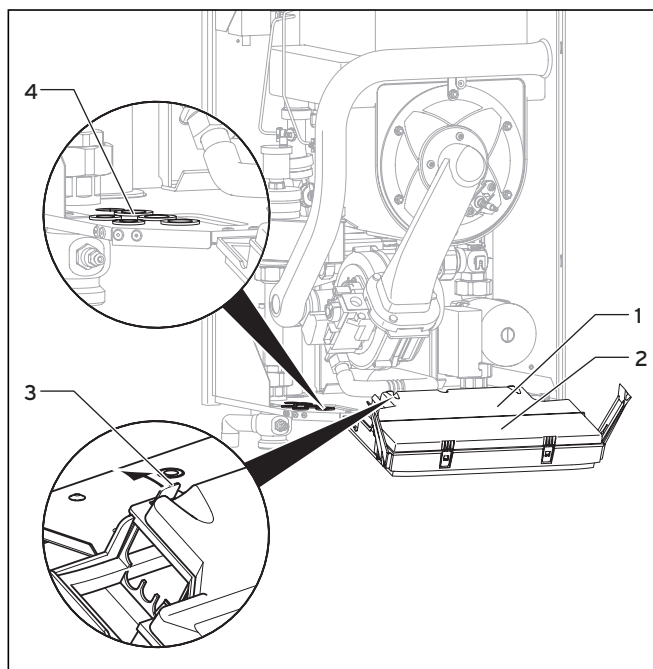
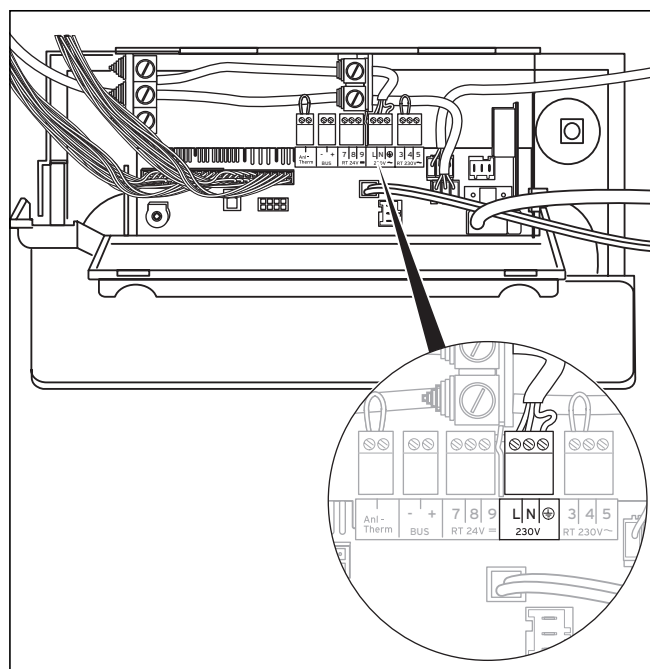

Fig. 5.14 Deschiderea peretelui spate al pupitrului electronic
Fig. 5.15 Exemplu de trecere a cablului
- Racordați arterele în locurile de contact ale electronicii (L, N și pământ), vezi Fig. 5.15. Folosiți fișă ProE corespunzătoare.
- Detașați carcasa frontală a aparatului (vezi Cap. 4.8) și rabatați pupitrul electronic (2) spre față (vezi Fig. 5.14).
- Declipsați capacul posterior (1) al pupitrului electronic din punctele (3) și rabatați în sus capacul (vezi Fig. 5.14).
- Pozați conductele de racordare ale componentelor respective care trebuie racordate printr-una din trecerile prin cablu (4). Lăsați etanșările existente pentru etanșarea camerei de vid în celelalte treceri prin cablu.
- Racordați arterele conform fig. 5.15 la fișele corespunzătoare ProE resp. la locurile de conectare ale electronicii (vezi planul de cablaj al aparatului din cap. 5.9.7).